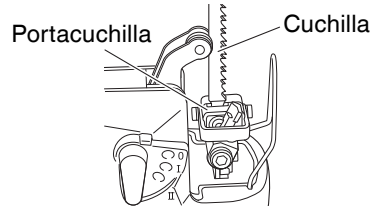

Fig. 3
- Confirme que los salientes de la cuchilla se encuentren firmemente insertados en el portacuchillas. (Fig. 3)